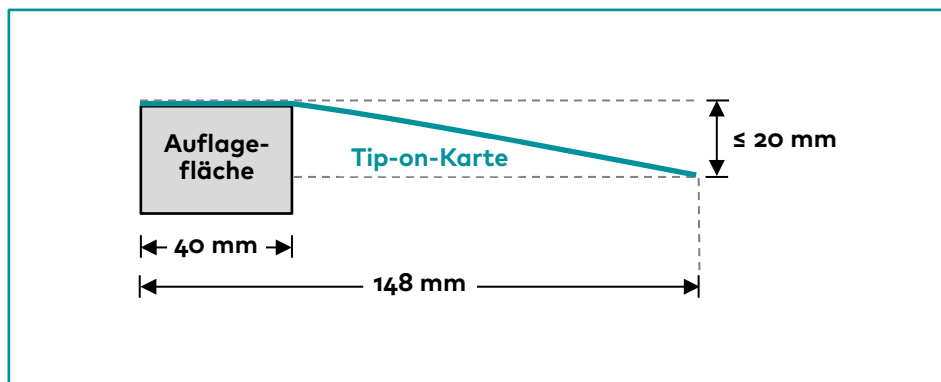

Abb. 1: Ermittlung der maximalen Durchbiegung einer Tip-on-Karte
- Verformte Karten können nicht verarbeitet werden. Die maximale Durchbiegung beträgt 20 mm (siehe Abbildung 1). Es wird empfohlen, ein mattgestrichenes Bilderdruckpapier mit hoher Steifigkeit zu verwenden.